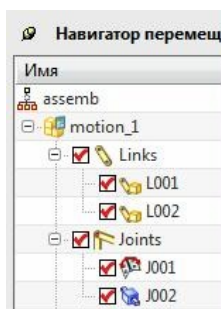

рис.99
- Как оговаривалось выше, предварительно нам необходимо соединить *вращательным шарниром* зубчатое колесо с неподвижным основанием. И аналогично с неподвижным основанием нужно соединить и рейку связью типа *Ползун* (рис.99). А уже потом на их базе, мы построим само зубчатое соединение *Рейка – шестерня*.